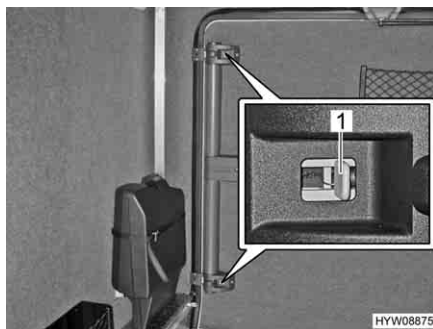

Fig. 43 Porta del garage, sbloccaggio di emergenza dall'interno
- Spingere i cursori grigi (Fig. 43,1) presenti sulla chiusura superiore e inferiore verso il centro della porta.